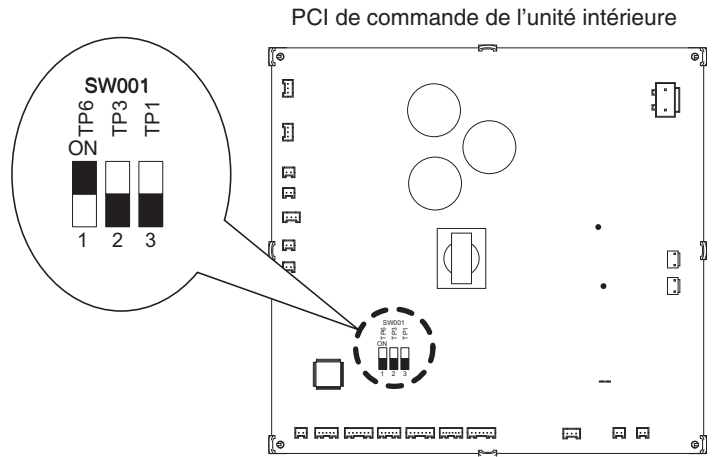

Fig. 8-1
2. Ouvrez le couvercle du boîtier de composants électriques et confirmez l'emplacement où le bouton Sélectionner est positionné sur la PCI de commande de l'unité intérieure. (Fig. 8-1)